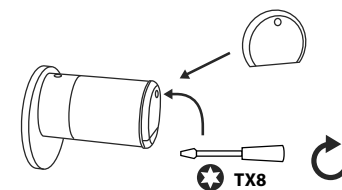

Fig. 4
- 4 Volte a colocar a tampa frontal e aperte bem (Fig. 4).